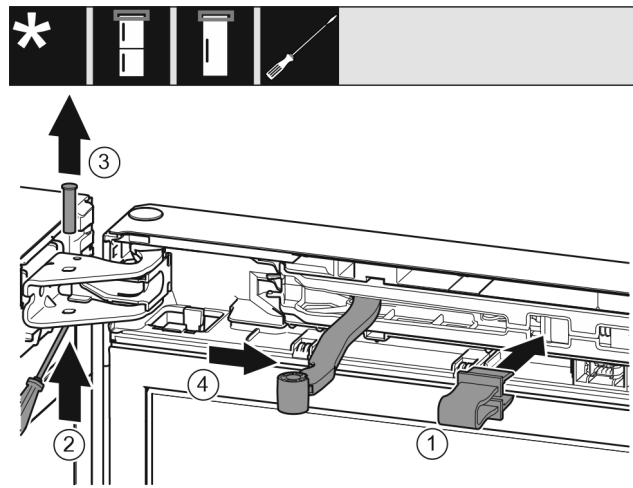

Fig. 9
► Sicherung in Öffnung einrasten. Fig. 9 (1)
► Bolzen mit Schraubendreher herauschieben. Fig. 9 (2)
► Bolzen nach oben herausnehmen. Fig. 9 (3)
► Gelenk in Richtung Tür drehen. Fig. 9 (4)